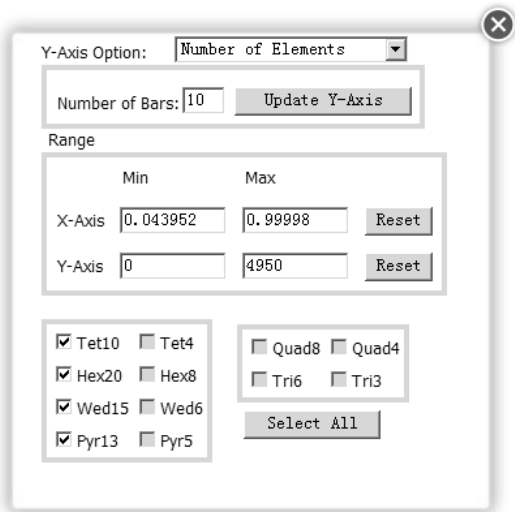

图 5.4.7 单元质量控制图表
- ◆ 在统计图表区域单击  按钮，弹出图 5.4.7 所示的对话框，在该对话框中可以对统计图表样式进行设定。